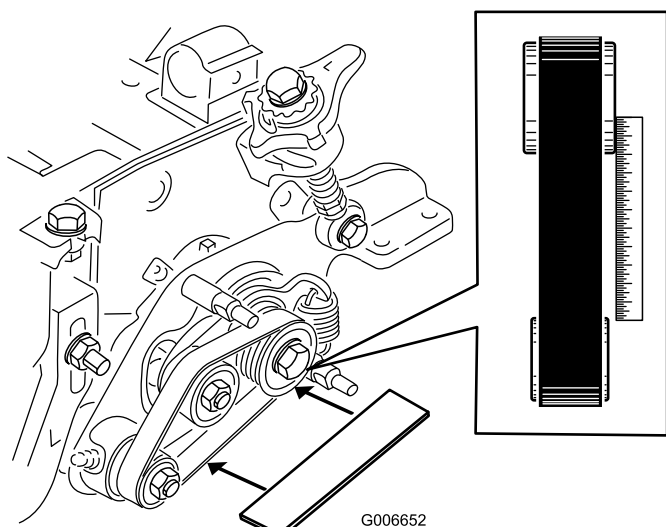

Figura 17
- Coloque una regla contra la cara exterior de la polea de **transmisión** (Figura 17).